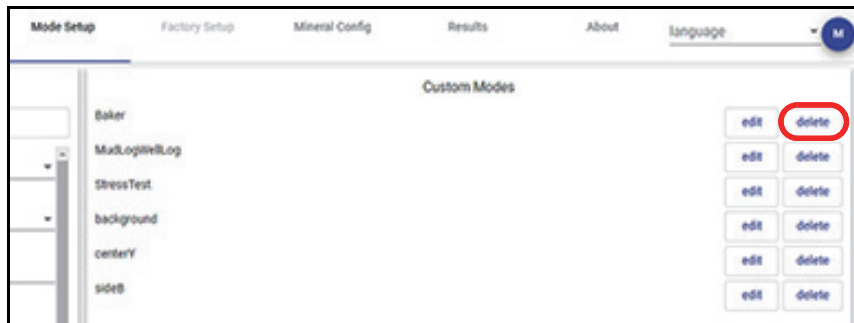

Figura 5-16 Pulsanti Delete
- ◆ Cliccare sul pulsante **Delete** (Elimina) [vedi Figura 5-16 a pagina 85].